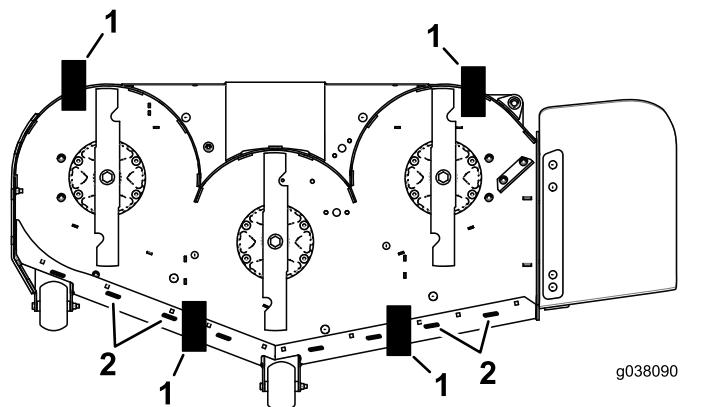

Figura 107
11. Coloque 2 bloques (ver Altura de bloque y soporte) debajo del borde trasero del faldón de la carcasa de corte, uno en cada lado de la carcasa de corte (Figura 107).